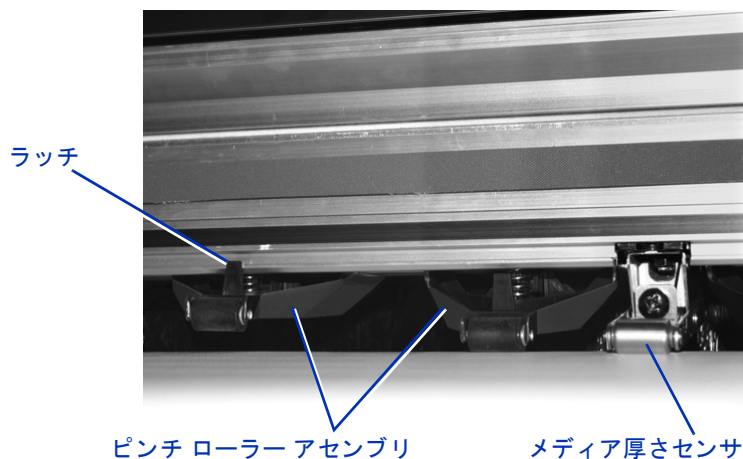

図 2-5. ピンチ ローラー
11. 使用中のメディアの端がピンチ ローラーのすぐ下にある場合は、ピンチ ローラーを押し上げた後、ラッチをレール側に押し込んで固定します (以下の図 2-5 を参照してください)。ピンチ ローラーを下げるために、少し押し上げてラッチを解放します。これにより、ローラがプラテンにまで下がります。